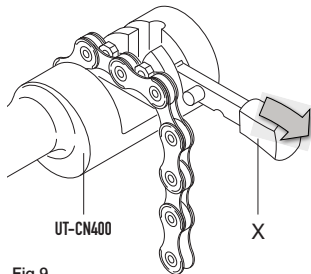

Fig.9
- Introducir el eslabón que hay que cerrar en sus sedes (Fig. 9).